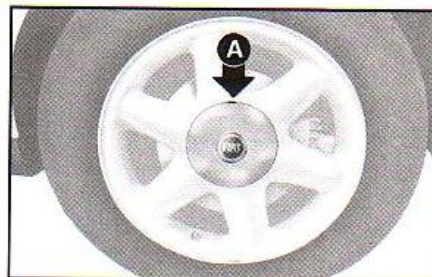

fig. 4a
Com roda de liga leve, retirar a calota de cobertura dos parafusos (para algumas versões), com o auxílio de uma chave de fenda, inserida no recorte **A-fig. 4a** e desapertas os parafusos, também cerca de uma volta.
14) Recolocar a calota de cobertura dos parafusos da roda de liga leve **A-fig. 4a**. Cuidar para que, ao pressioná-la, o seu ressalto lateral (face interna) se encaixe perfeitamente no baixo da roda.